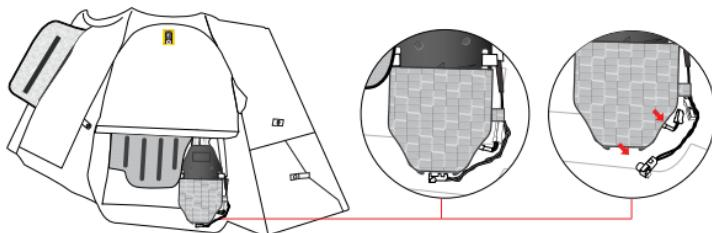

Abbildung 12
2. Greifen Sie auf das Inflatorgehäuse (4) zu und trennen Sie das mit der Batterie verbundene Kabel (Batterieanschluss, 6) und den Inflator Squib-Anschluss (5) vom Inflator (Bild 12).